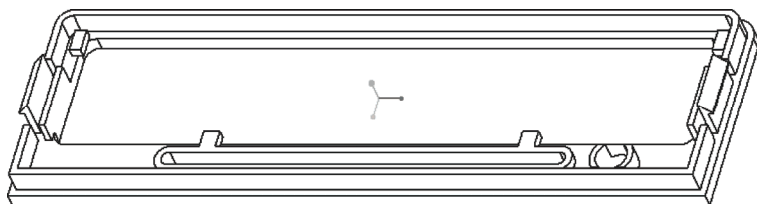

图 12-54 模型效果
- 6) 在“拉伸”选项卡中单击 (完成) 按钮。此时, 模型效果如图 12-54 所示。